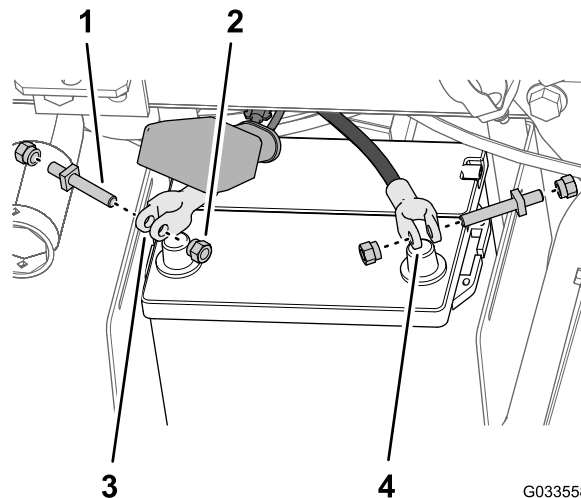

Figura 28
5. Asamblezi cu joc un urub de bornă și o piuliță de strângere la clemele cablurilor pozitiv, respectiv negativ ale bateriei (Figura 28).